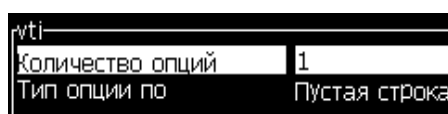

Рисунок 5-29: Изменить подсказку списка
- 8 Нажмите клавишу *Enter* («Ввод») для открытия диалогового окна конфигурации подсказки списка (смотрите Рисунок 5-29).